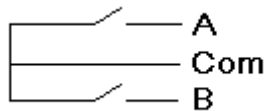

図 1
1. ホイールマウスエンコーダーの端子 A(図 1 参照)と PD0 (ENCA0)を接続します。
2. ホイールマウスエンコーダーの端子 B(図 1 参照)と PD1 (ENCB0)を接続します。
3. USB マウスと PC を接続し、ホイールマウスエンコーダーの Com(図 1)を 5V と接続します。